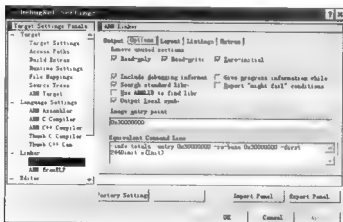

图 7-15 设置 entry 地址
(1) 系统上电后, S3C2440 处理器通过硬件电路自动将 NAND FLASH 中的前 4KB 代码复制到内部的 Stepping Stone 中, 该 Stepping Stone 就是一块 RAM, 可以执行程序。
(2) 程序从 Stepping Stone 的 0 地址处开始执行第 1 条指令。
(3) 程序执行到 `bl RdNF2SDRAM` (第 114 行) 时, 调用 NAND FLASH 函数, 将 NAND FLASH 中的代码全部复制到 SDRAM 中。
(4) 执行 `ldr pc, =copy_proc_beg`, 将 `copy_proc_beg` 的绝对地址加载到程序计数器 PC 中。
(5) 程序跳转到 SDRAM 中 `copy_proc_beg` 标号处去执行。
知识扩展: 第 (4) 步中提到了 `copy_proc_beg` 的绝对地址, 那么什么是绝对地址呢? 绝对地址是程序编译链接后确定的, 如图 7-15 所示, 在链接时, 指定的 entry 地址是 `0x30000000`, 这个 entry 即第 36 行的 ENTRY, 也就是说, 在最终编译链接后生成的可执行程序中, `copy_proc_beg` 的绝对地址 `0x30000000+偏移量`。这个偏移量是多少呢? 就是 `copy_proc_beg` 距离 ENTRY 的偏移量。因此, 在第 (4) 步执行完后, 虽然 Stepping Stone 中也有 `copy_proc_beg`, SDRAM 中也有 `copy_proc_beg`, 但是程序并没有跳到 Stepping Stone 中的 `copy_proc_beg` 处执行, 而是跳到了 SDRAM 中的 `copy_proc_beg` 处去执行。